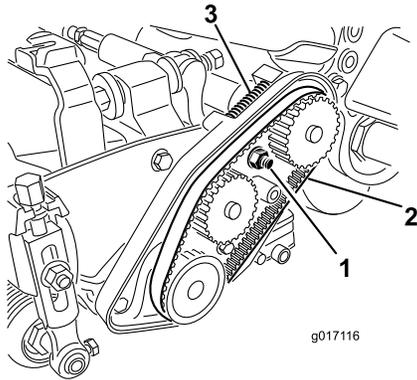

図 45
- A. ベアリングハウジング取り付けナットをゆるめる 図 45。
- C. ベルトケース内部や圧縮スプリングについているごみをきれいに取り除く 図 45。